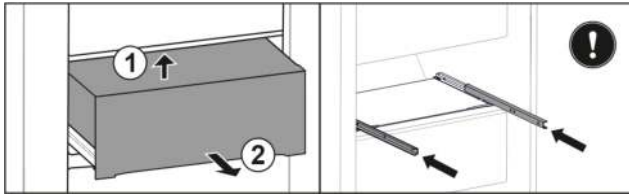

Fig. 148
- Schubfach von unten hinten anheben. Fig. 148 (1)
- Schubfach nach vorne entnehmen. Fig. 148 (2)